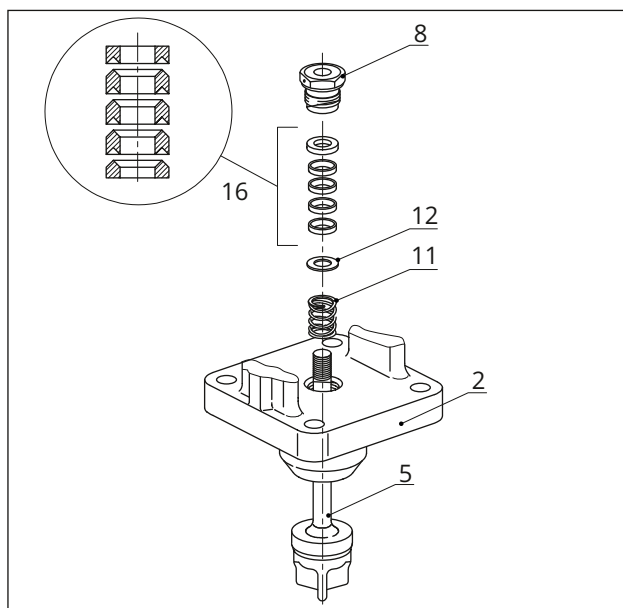

Fig. 15 : Montage de la garniture de presse-étoupe standard
9. Insérer avec précaution les pièces du presse-étoupe dans leur logement à l'aide d'un outil approprié en les faisant passer par-dessus la tige de clapet. Veiller à les remonter dans le bon ordre, cf. Fig. 15.
10. **Vanne de répartition <DN 32/≤NPS 1:** enfoncer le clapet (5) dans le siège inférieur (141).
**Vanne de répartition ≥DN 32/>NPS 1:** enfoncer le clapet (5) dans le siège supérieur (4).
**Vanne de mélange :** enfoncer le clapet (5) dans le siège inférieur (141).
9. Insérer avec précaution les pièces du presse-étoupe dans son logement à l'aide d'un outil approprié en les faisant passer par-dessus l'extension de tige de clapet. Veiller à les remonter dans le bon ordre, cf. Fig. 15.
10. Fixer la bride à l'aide de vis (32) et d'écrous (33). Respecter les couples de serrage prescrits.
11. Visser le fouloir (8) jusqu'en butée. Respecter les couples de serrage prescrits.
12. Visser légèrement le contre-écrou (10) et l'écrou d'accouplement (9) sur la tige de clapet.